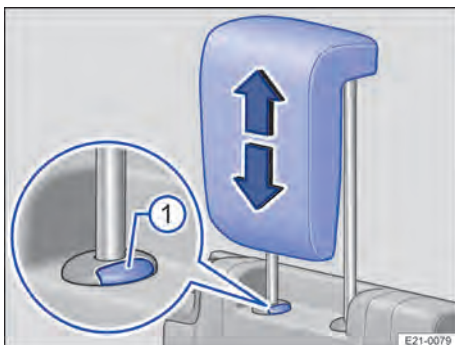

Abb. 80 Dritte Sitzreihe: Kopfstütze einstellen.
3. Um die Kopfstütze aus der eingerasteten Position zu lösen, Taste → Abb. 80 ① drücken und Kopfstütze absenken.